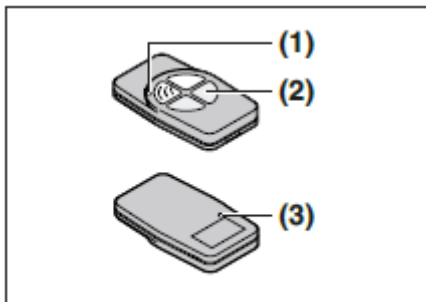

Fig. 1
2 Beschrijving van het toestel (fig. 1)
4.2 De handzender gebruiken (fig. 1)